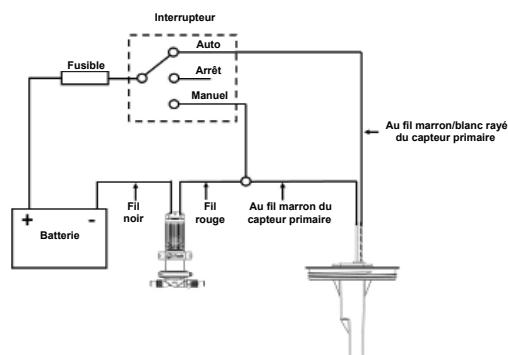

Figure 9 Schéma de câblage
Étape 6: Câblage : Vérifier les Figures 9 et 10
Câblage incorrect	Vérifier le câblage sur les Figures 9 et 10